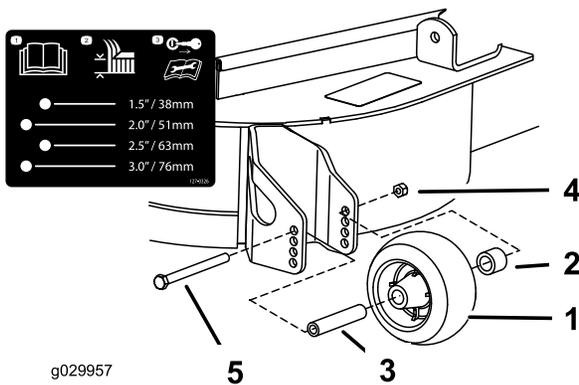

Figura 31
3. Ajuste los rodillos protectores del césped según se muestra en Figura 29, Figura 30 y Figura 31.